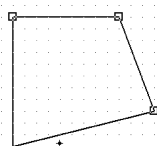

图 10-12 确定顶点
2) 移动鼠标到需要放置多边形的位置，单击鼠标左键确定多边形的第一个顶点，移动鼠标到合适的位置再一次单击确定其第二个顶点，如图 10-12 所示，依次类推，在最后一个顶点处双击，闭合图形，从而完成多边形的绘制，如图 10-13 所示。